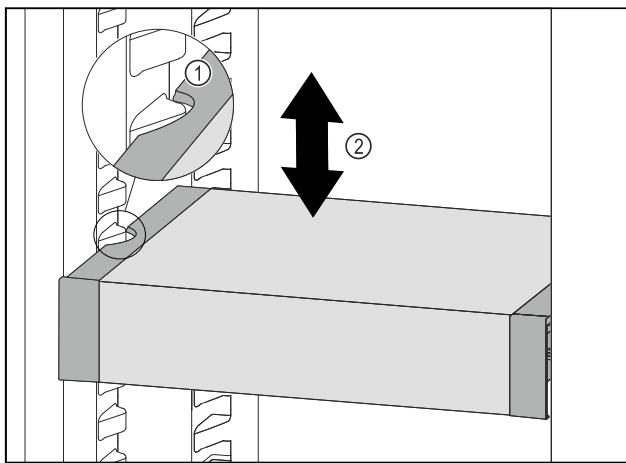

Fig. 93
- Tirer le VarioSafe vers l'avant jusqu'à ce que les encoches latérales du VarioSafe soient à la hauteur de la nervure du bac dans la partie réfrigérateur. Fig. 93 (1)
- Déplacer le VarioSafe vers le haut ou vers le bas dans la partie réfrigérateur jusqu'à ce que la hauteur souhaitée soit atteinte. Fig. 93 (2)